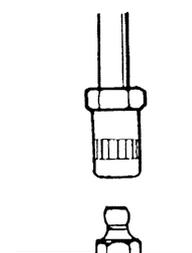

Fig.3.2
- 1). 給脂しようとするグリースニップルをきれいに拭いてから、グリースガンの hidroチャックをニップルに押当て、なるべく垂直になるようにセットしてください。hidroチャックの爪がニップルの頭部に噛み付きます。(Fig.3.2)